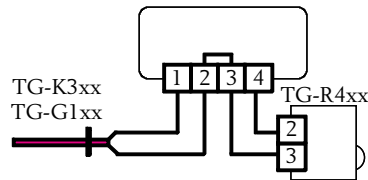

Abb. 5
- Abb. 5: Anschluss bei externem, separatem Geber und TG-R4xx ausschließlich für die Sollwerteinstellung